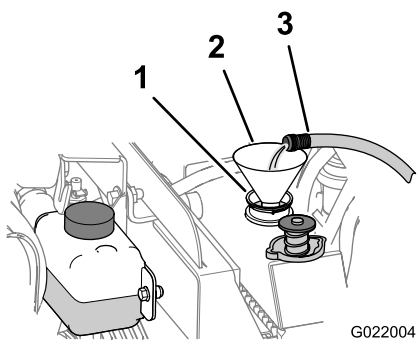

Figura 140
- B. Adicione água limpa até encher o radiador (Figura 140).